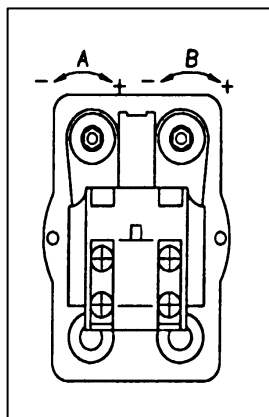

Fig. 9
- Verificare l'efficienza del presso stato e se necessario registrarlo (Fig. 9). Togliere il coperchio. Per la registrazione della pressione max. agire sulle viti A e B. Ruotando in senso orario si avrà un aumento della pressione,
- Check the pressure switch efficiency and if necessary adjust it. (Fig 9). Remove the cover. To ad just the maximum pressure operate on screw A and B. turning clockwise the pressure rises, turner counter clockwise the pressure decreases.